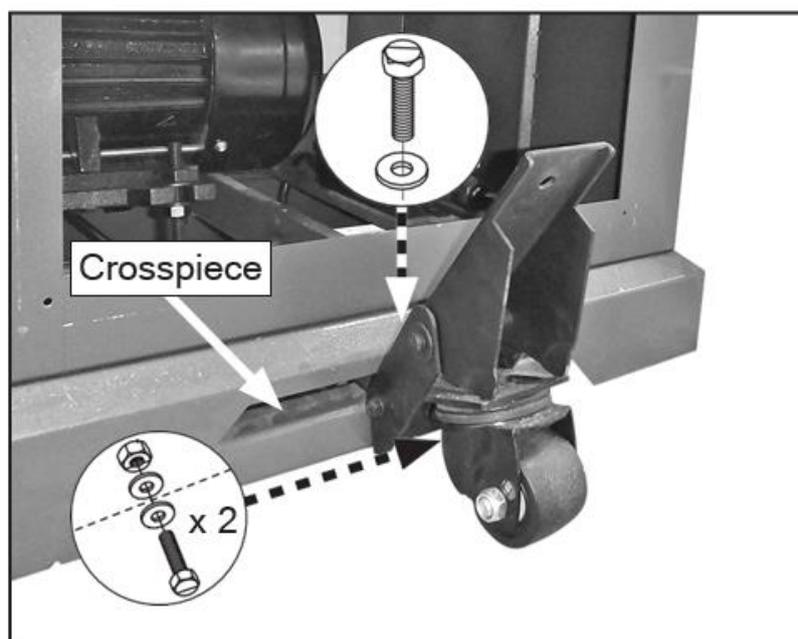

Рисунок 12. Установка педали.
8. Снимите переднюю крышку основания (см. рис. 12).
9. Закрепите педаль на поперечине в передней части основания станка (см. рис. 12).
10. Закрепите педаль спереди назад с помощью (2) болтов с шестигранной головкой, (4) шайб и (2) гаек с шестигранной головкой (см. рис. 12).
11. Закрепите ножную педаль сверху вниз с помощью (1) болта с шестигранной головкой и шайбы (см. рис. 12).